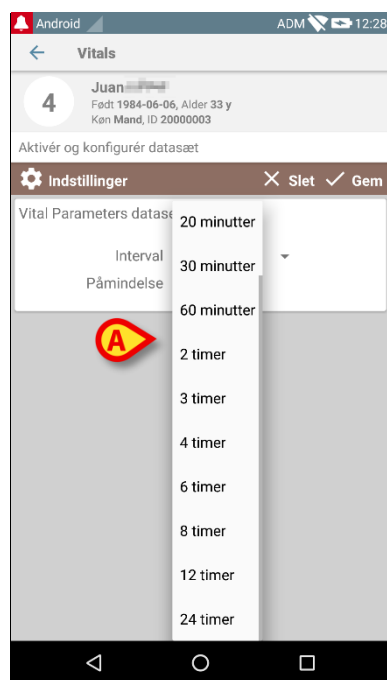

Fig. 99
- Berør “Interval” menuen for at fastlægge tidsrummene for indlæsning af datasættet (Fig. 99).